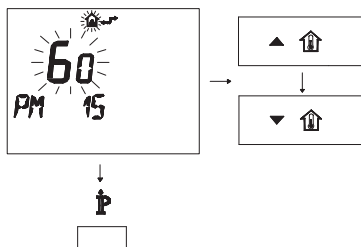

Figura 5.26
- Modifique el punto de consigna programado mediante los botones $\blacktriangle \uparrow$ o $\blacktriangledown \uparrow$ hasta que aparezca un **valor de 60**. Espere a que el número programado comience a parpadear (Figura 5.26).